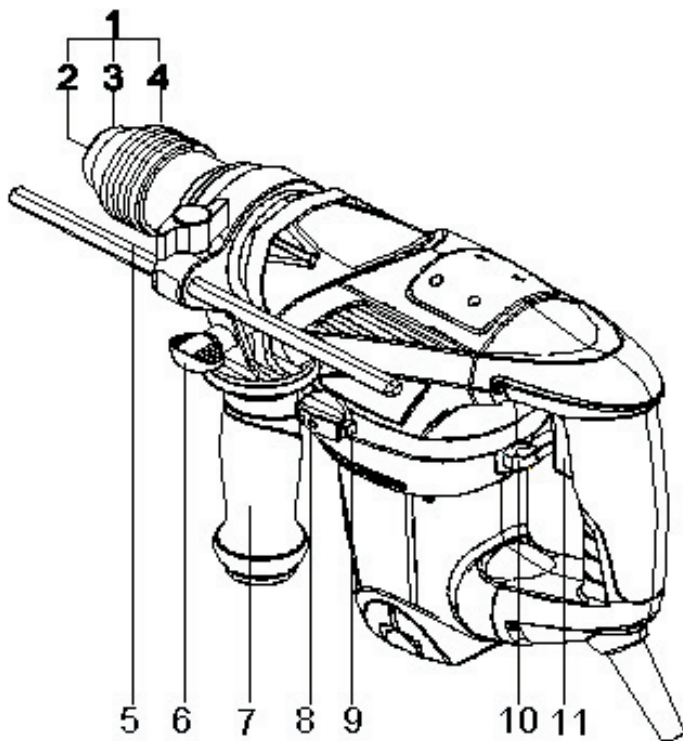

Рис.1
- 4.1. Перфоратор складається з основних частин (Рис.1):